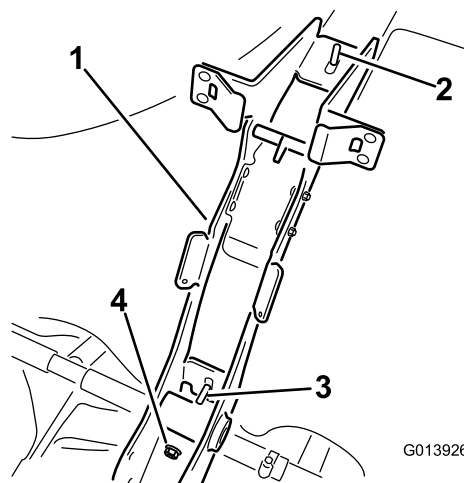

Bild 7
4. Setzen Sie eine Sicherungsmutter auf die untere freiliegende Schraube, die durch den Rahmen geht, um sie am Behälterriemen zu befestigen (Bild 7).